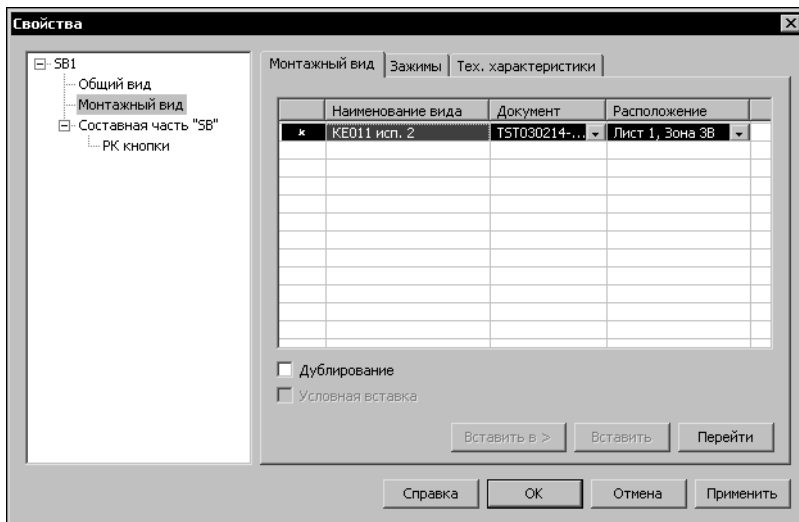

Рис. 17.4. Диалог монтажного вида аппарата.
- ▼ Если курсором выделен **Монтажный вид**, на экране появится диалог свойств монтажного вида аппарата (рис. 17.4). Элементы управления диалога представлены в табл. 17.10.